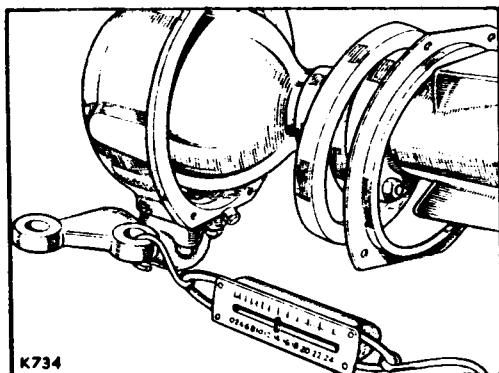

Fig. F1-48.- Verificación de la resistencia al giro del cárter del pivote.
- 3.09.- Utilizando el dinamómetro de muelle, sujeto al brazo de acoplamiento (Fig. F1-48), se medirá la resistencia al giro del cárter del pivote, sin retén que debe quedar comprendida entre 12 y 14 libras (5,4 y 6,3 Kg), una vez vencida la inercia. El ajuste que sea preciso se realizará agregando o quitando suplementos debajo del cárter del pivote, hasta conseguir la resistencia correcta del giro.